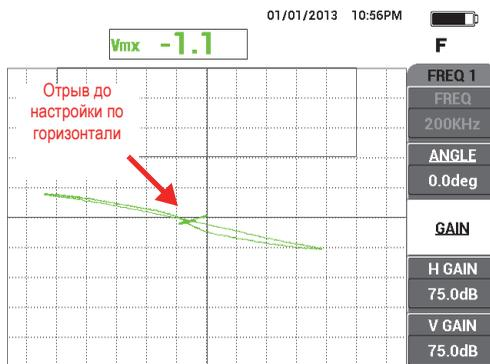

Рис. 5-56 Сканирование центральной риски
5. Просканируйте только центральную риску, затем нажмите клавишу FREEZE () [см. Рис. 5-56 на стр. 179].